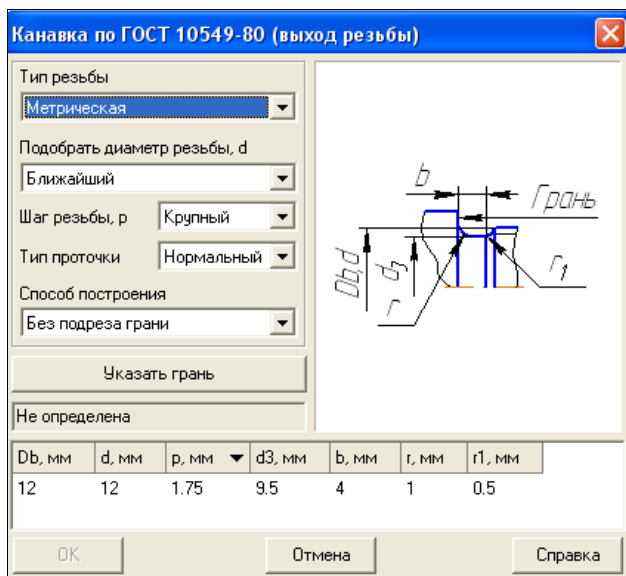

Рис. 26.66. Диалоговое окно Канавка по ГОСТ 10549-80
- ◆ система выведет на поле модели диалоговое окно **Канавка по ГОСТ 10549-80 (выход резьбы)** (рис. 26.66). В этом окне: